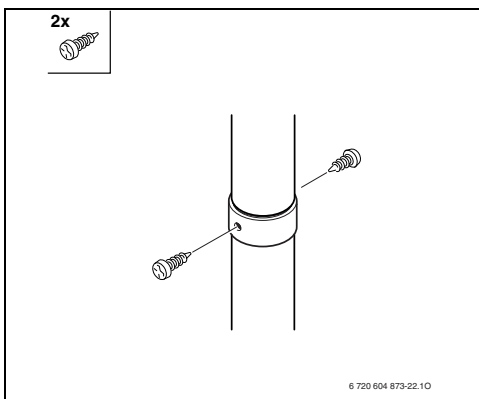

Рис. 38
► Закрепите соединение винтами из комплекта поставки (Рис. 38).